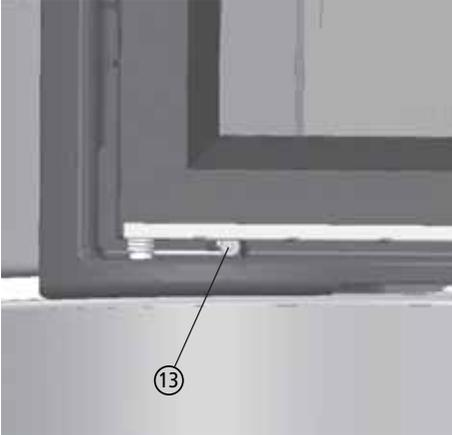
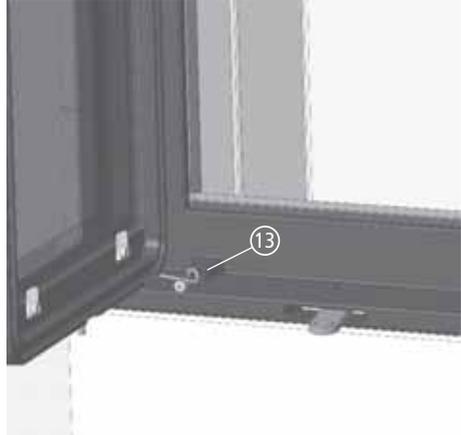

Abb. 3.11 Spannen der Türfeder
Abb. 3.12 Spannen der Türfeder bei CORNA
- ① Die Feuertür öffnen und auf der Scharnierseite ein Stück anheben - bei selbstschließendender Feuertür vorher die Türfeder entspannen, siehe Abb. 3.11 und Abb. 3.12,
- ② Feuertür unten nach vorne aus dem Scharnier heraus schwenken - Feuertür dabei von unten festhalten,
- ③ Feuertür nach unten entnehmen.
Beim Ausbau der Feuertür wird die Türfeder entspannt. Die Feder muss nicht ausgebaut, aber beim Einbau der Feuertür wieder gespannt werden (siehe auch Abb. 3.11 auf Seite 29).